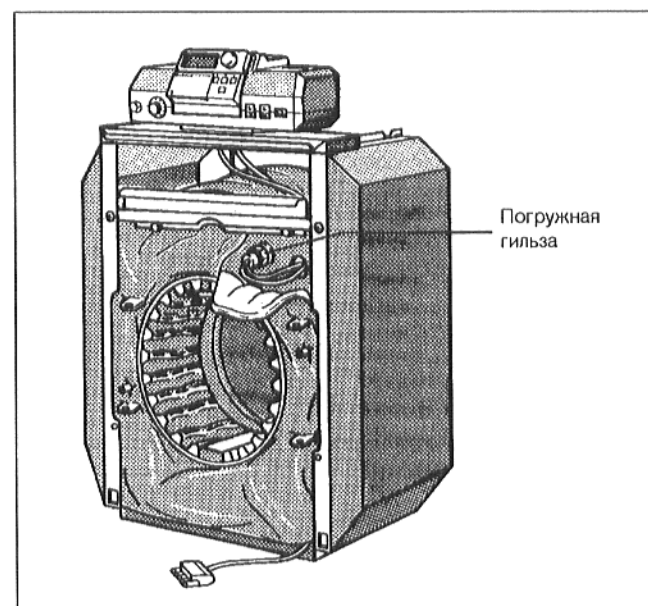

Рис. 21
- Отогнуть правый угол теплоизоляционного мата передней стенки (Рис. 21).